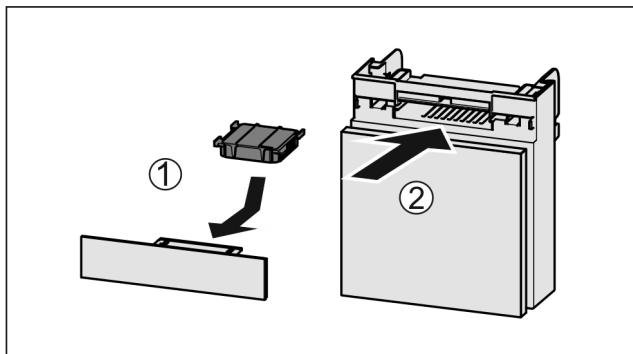

Fig. 46
- Vložte aktívny uhlíkový filter podľa obrázka Fig. 46 (1).
- Zasuňte zásuvku Fig. 46 (2).